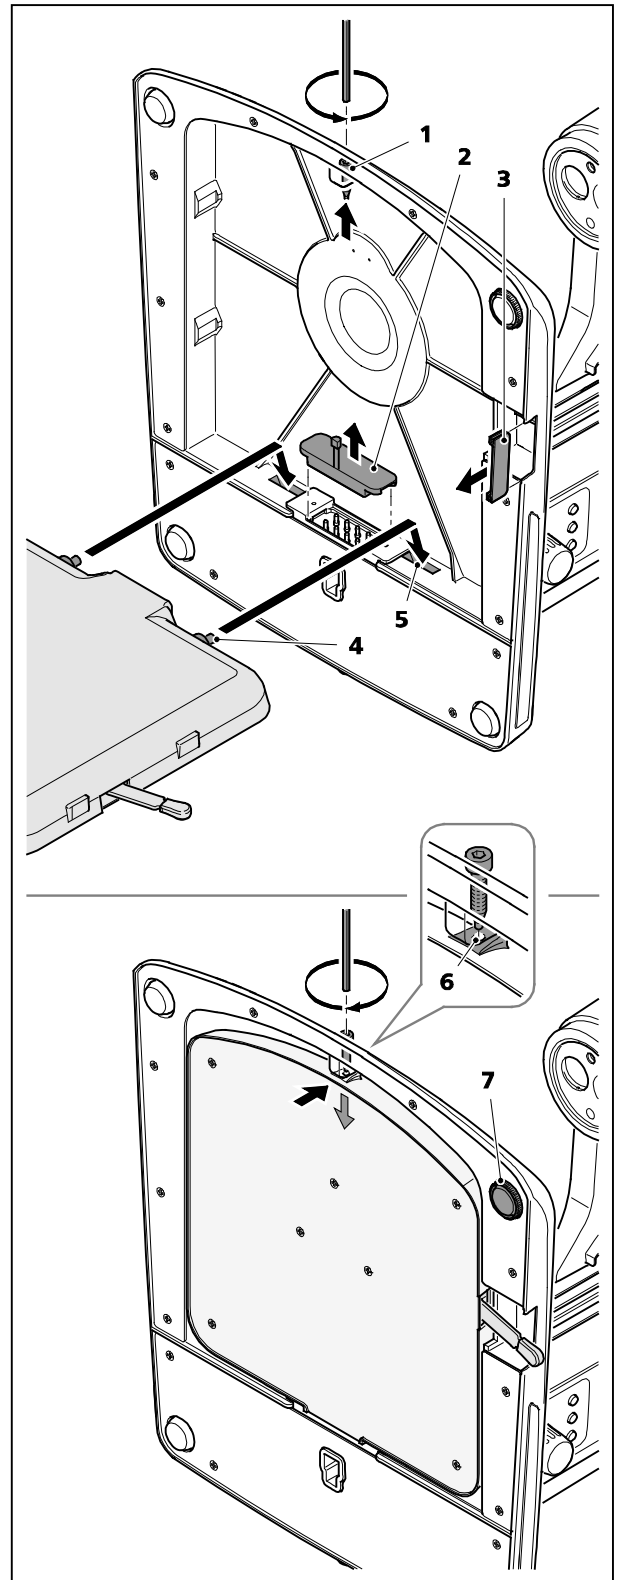

图 2 安装 M LED 透射光模块亮场
- 拧下内六角螺栓 SW 3 (图 2/1)，放置在一侧。
- 拆下盖帽 (图 2/2 和 3)。
- 放置透射光模块，使两个柱销 (图 2/4) 卡入镜臂底侧的凹口 (图 2/5) 中。
- 将内六角螺栓 SW 3 拧入镜臂的螺纹孔 (图 2/6)，直至螺栓顶部伸入透射光模块的孔内。
- 将镜臂重新放置垂直，如有必要，通过调整镜臂腿 (图 2/7) 使其完全立稳。